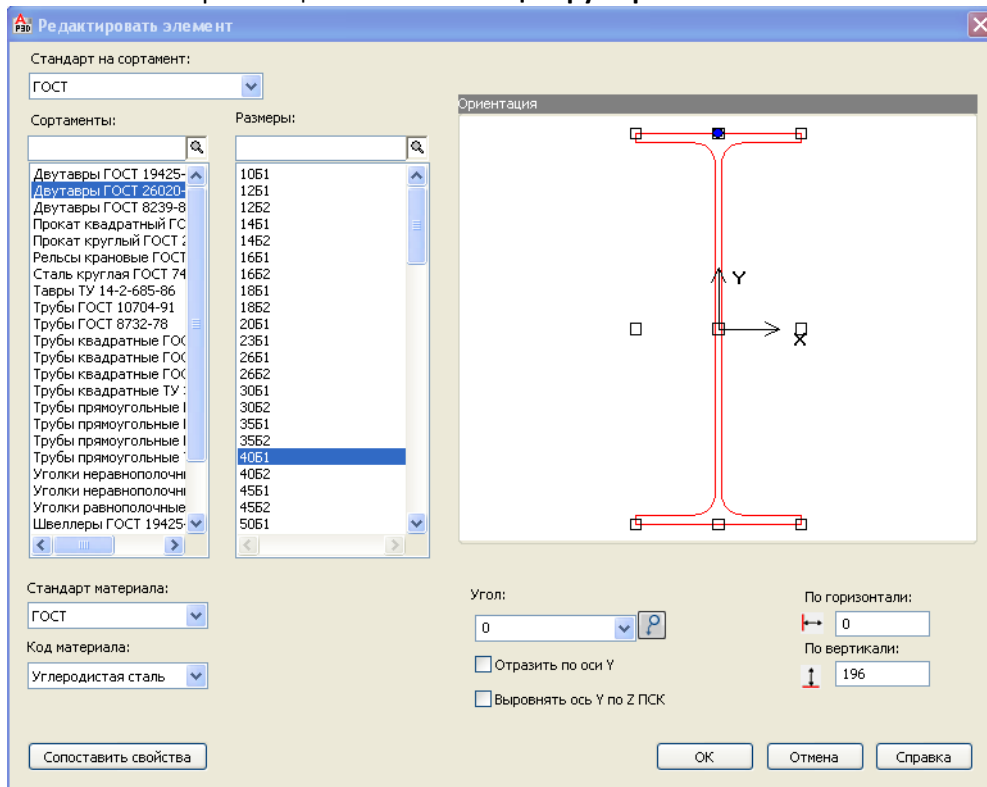

Рис. 51
- На ленте на вкладке **Конструкции** выберите команду **Элемент группы**. В командной строке наберите **H** для выбора сортамента балки. Задайте следующие значения (Рис. 51):